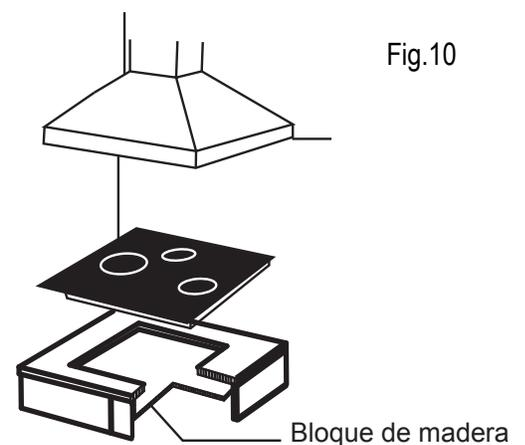
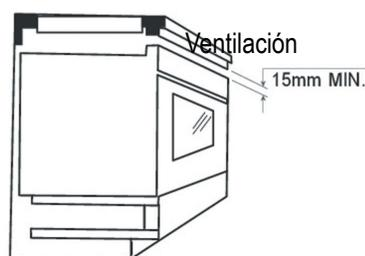
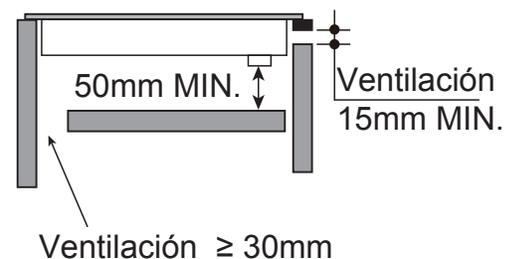

Fig.10
Fig.11
Fig.12
2. Sitúe la encimera en el agujero del mueble/cubierta, y empújela suavemente hasta que esté descansando firmemente sobre el mueble (fig.10). No selle con silicona el borde de la encimera con el mueble.
Nota 3: Deje al menos 50mm de espacio entre la base del artefacto y cualquier superficie que pueda combustionar (fig.10 y fig.12).
Nota 4: Deje una ranura de al menos 30mm de espacio para ventilación y un espacio de 15mm entre la base del artefacto y la cubierta del mueble donde se empotra la encimera (fig. 11 y fig.12).